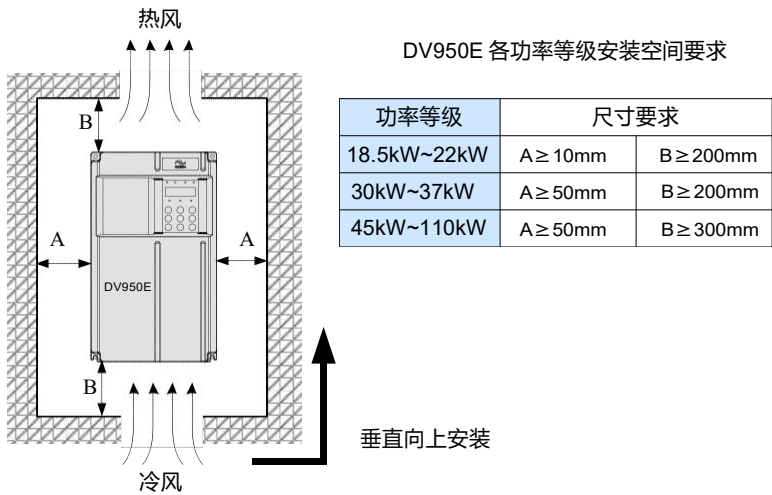

图 3-1 DV950E 变频器各功率等级安装空间要求
- 1) 安装空间要求如图 3-1 所示，需保证变频器有足够的散热空间。预留空间时请考虑柜内其它器件的散热情况。